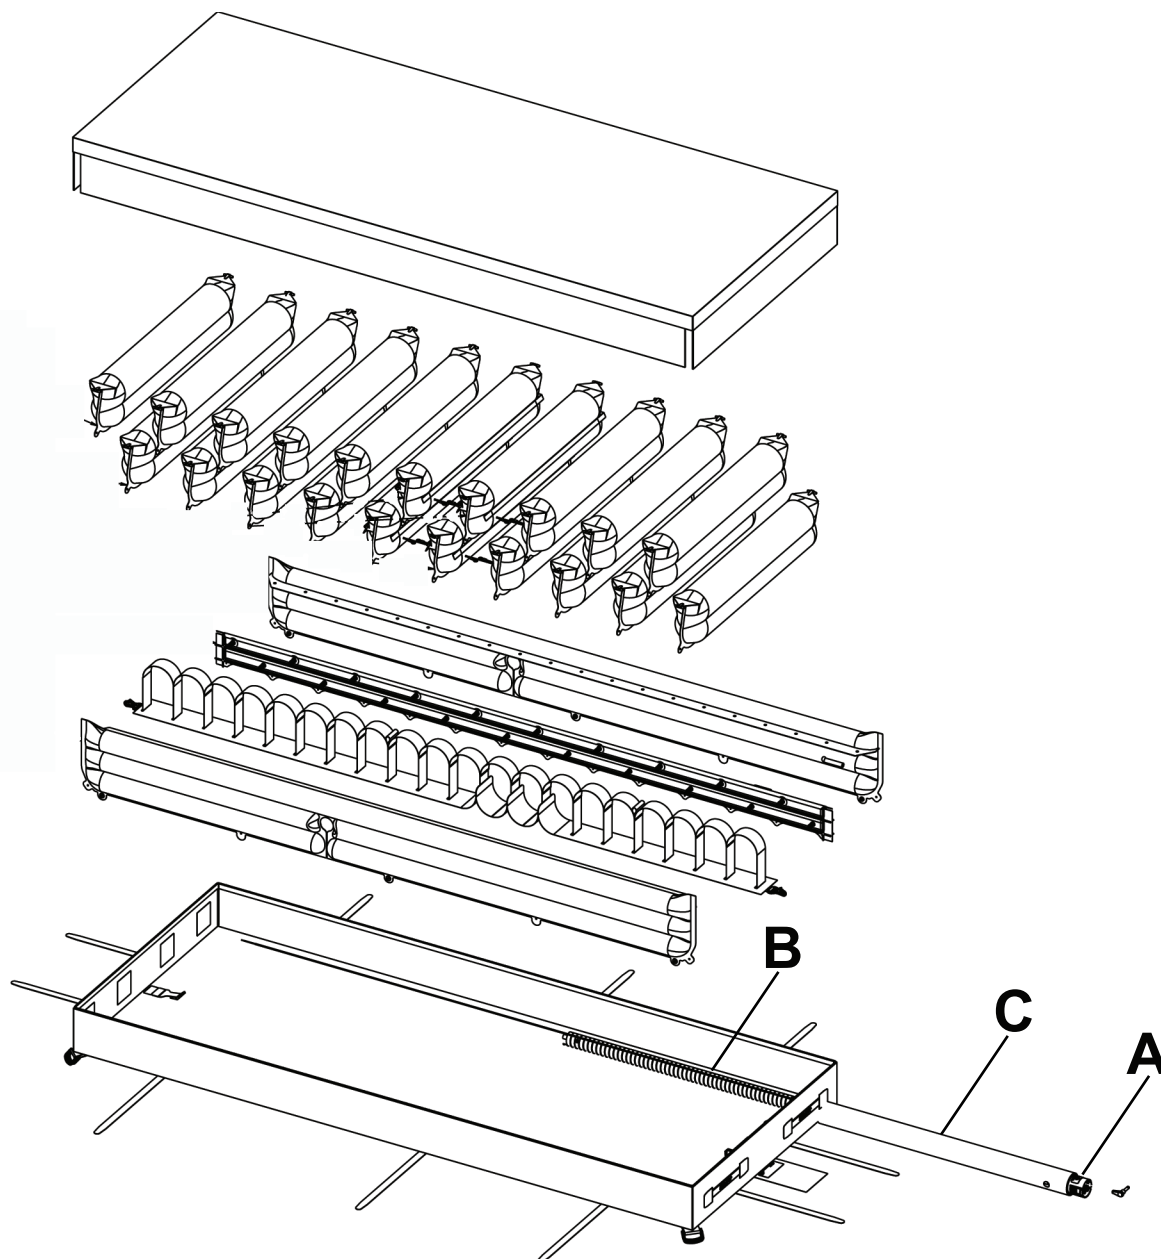

Figure 14 – Raccords de tuyaux/RCP
10. Retirer le connecteur de tuyau/CPR (A) et les quatre tuyaux (B) du manchon de tuyau de la housse inférieure de la surface de support (C) (Figure 14).